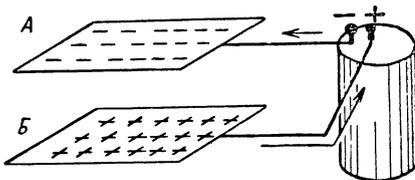

Рис. VI.30. Когда конденсатор заряжается, на пластине *A* имеется избыток электронов. Пластина *B* положительна, так как на ней электронов недостаточно.
**Конструкция конденсатора.** Конденсатор состоит из двух или большего числа металлических пластин, расположенных на близком расстоянии друг от друга, как показано на рис. VI.29. Пластины не касаются друг друга, в зазоре между ними имеется воздух или какой-либо другой изолирующий материал, называемый диэлектриком. Если к пластинам конденсатора подсоединить батарею, как это показано на рис. VI.30, то электроны начнут двигаться к пластине А, связанной с отрицательным зажимом батареи. Электроны пластины В отталкиваются электронами пластины А. Поэтому электроны с пластины В двигаются к